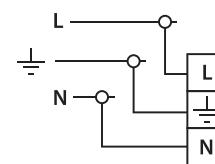

Рис. 1
3. Приєднайте підготовлені кінці проводів до позицій L, N і в клемному затиску, затягніть гвинти (рис. 1).